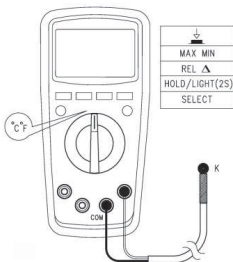

Рис. 9
7.7. Измерение температуры (см. рис. 9)